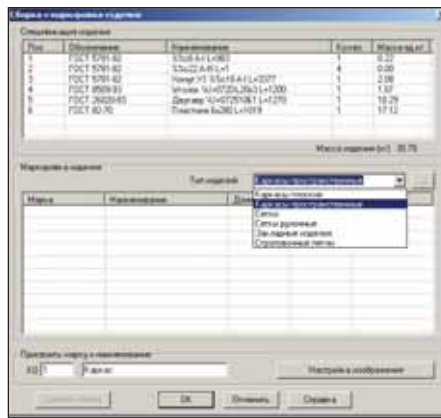

Рис. 27
- *Сборка и маркировка изделия* — предоставляет возможность собирать арматурные изделия (сетки, каркасы и закладные изделия) из одиночных элементов чертежа (рис. 27);